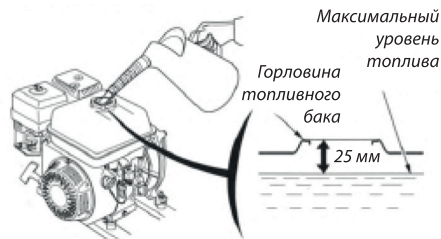

Рис. 7
4. Не переполняйте топливный бак. Оставьте воздушное пространство в топливном баке для возможности расширения топлива без вытекания из бака (Рис. 7).